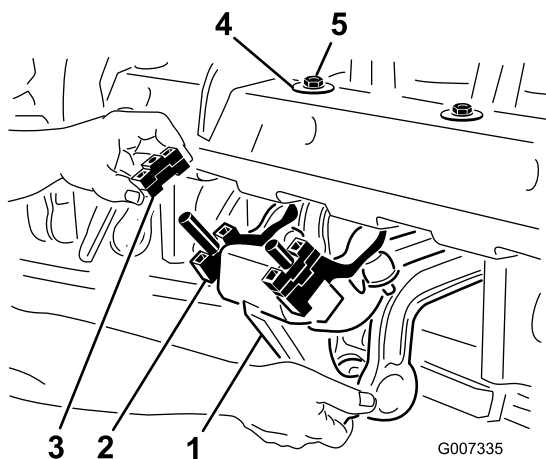

Figura 22
1. Retire as (2) porcas de bloqueio de 1/2 polegada que fixam a estrutura de amortecedores Rotalink à parte inferior da estrutura da cabeça de perfuração (Figura 22).
2. Baixe a estrutura de amortecedores para expor os espaçadores (Figura 22).
- Volte a montar a estrutura de amortecedores na estrutura da cabeça de perfuração. Certifique-se de que a anilha “D” está colocada junto da estrutura da cabeça de perfuração, conforme indicado em Figura 22. Fixe as (2) porcas de bloqueio.